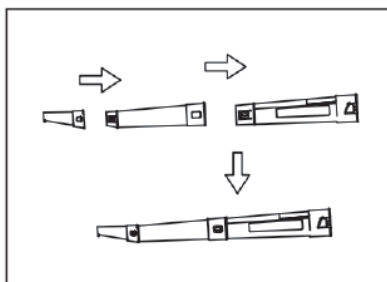

Fig.2
- Asamblați țeava de suflare din trei piese (5) așa cum este ilustrat (Fig. 2). Piese se pot bloca la loc prin simț.